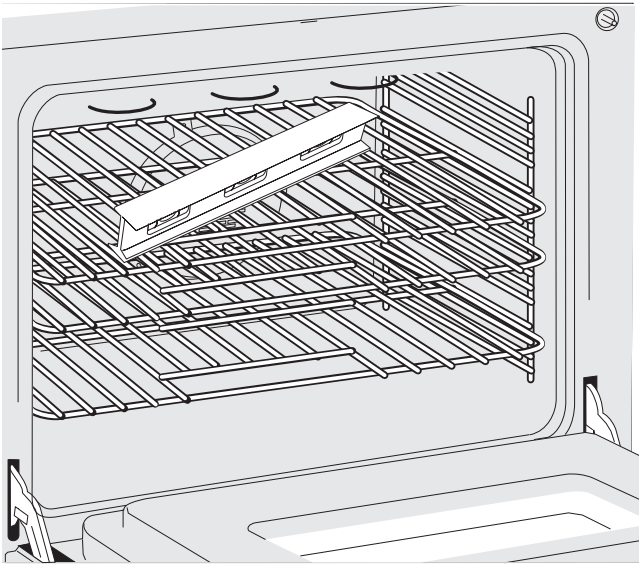

Figure 21 : Utiliser la grille du four pour mettre l'électroménager de niveau
2. Placer un niveau sur la grille (figure 21). Prendre 2 relevés en plaçant le niveau en diagonale dans un sens puis dans l'autre.